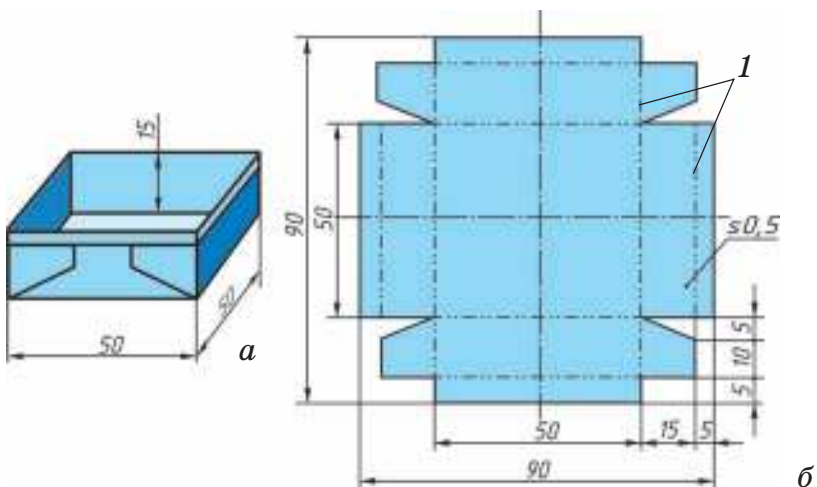

Рис. 35. Коробочка из тонколистового металла:
Из тонколистового металла делают не только плоские, но и объёмные изделия, например коробочки (рис. 35, а), совки, ведёрки и др. Поэтому перед изготовлением объёмных изделий (деталей) выполняют чертёж развёртки (рис. 35, б). *Развёртка* — это развёрнутая в плоскости листовая заготовка поверхности объёмного изделия (детали).
3. Выполните в рабочей тетради чертёж развёртки коробочки из тонколистового металла (см. рис. 35, б) и сдайте работу учителю.
3. Изучите чертёж развёртки коробочки из тонколистового металла (см. рис. 35). Сделайте шаблон развёртки из плотной бумаги.